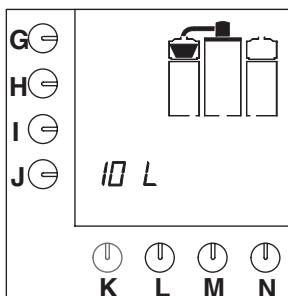

Fig. 9 Dryppetid
- Så snart kaffebeholderen er fylt opp, vil filterkurven på displayet blinke under dryppetiden (fig.9).
- Indikatorlampe tennes. De innstilte standardbetingelsene og verdiene vises i displayet (fig.9).